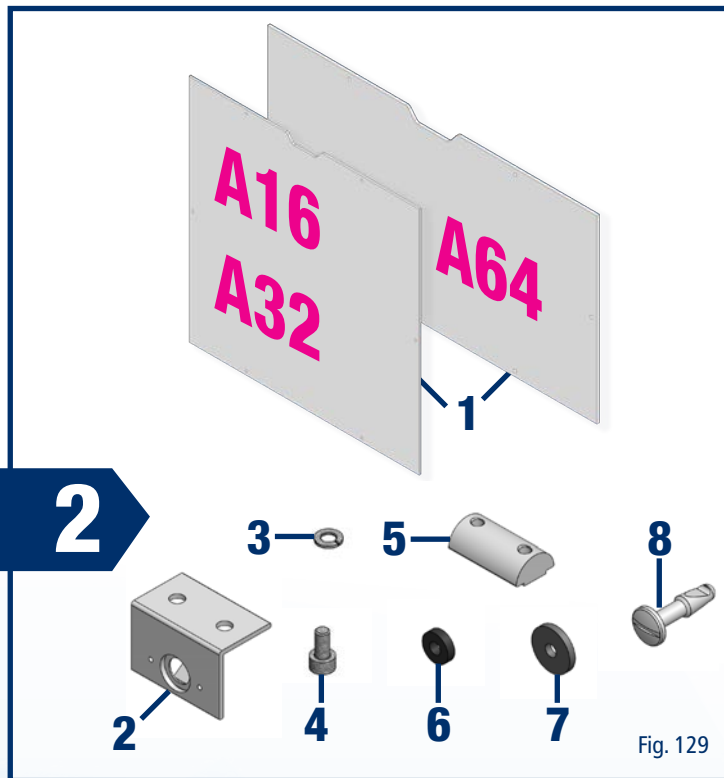
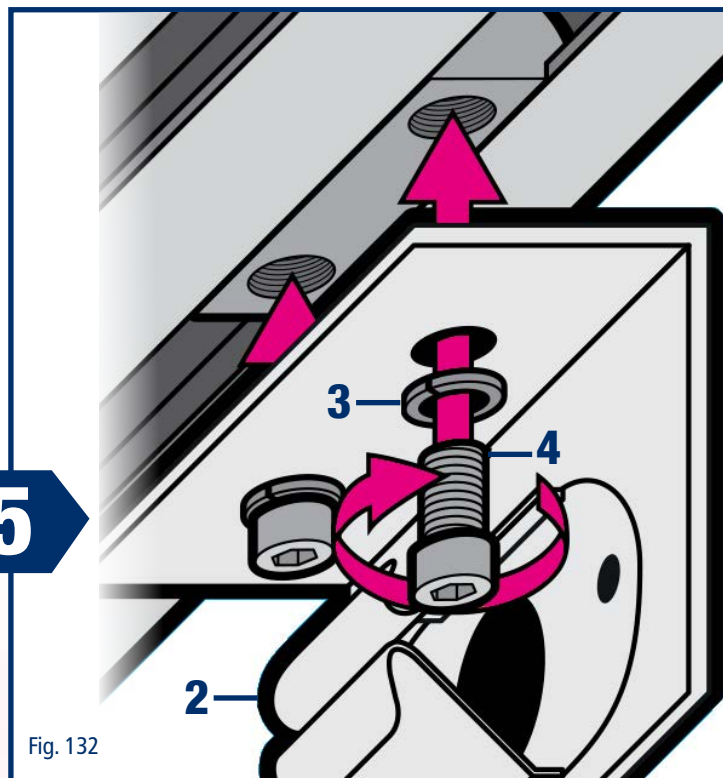

Fig. 129
Fig. 132
L'équerre de montage (Fig. 129, N° 2) peut alors être montée. Pour le positionnement final, ne vissez l'équerre que très légèrement puis décalez, le cas échéant, les coulisseaux en T (5). Positionnez les équerres de montage de manière à ce qu'elles coïncident avec les alésages dans le panneau. (Fig. 132)